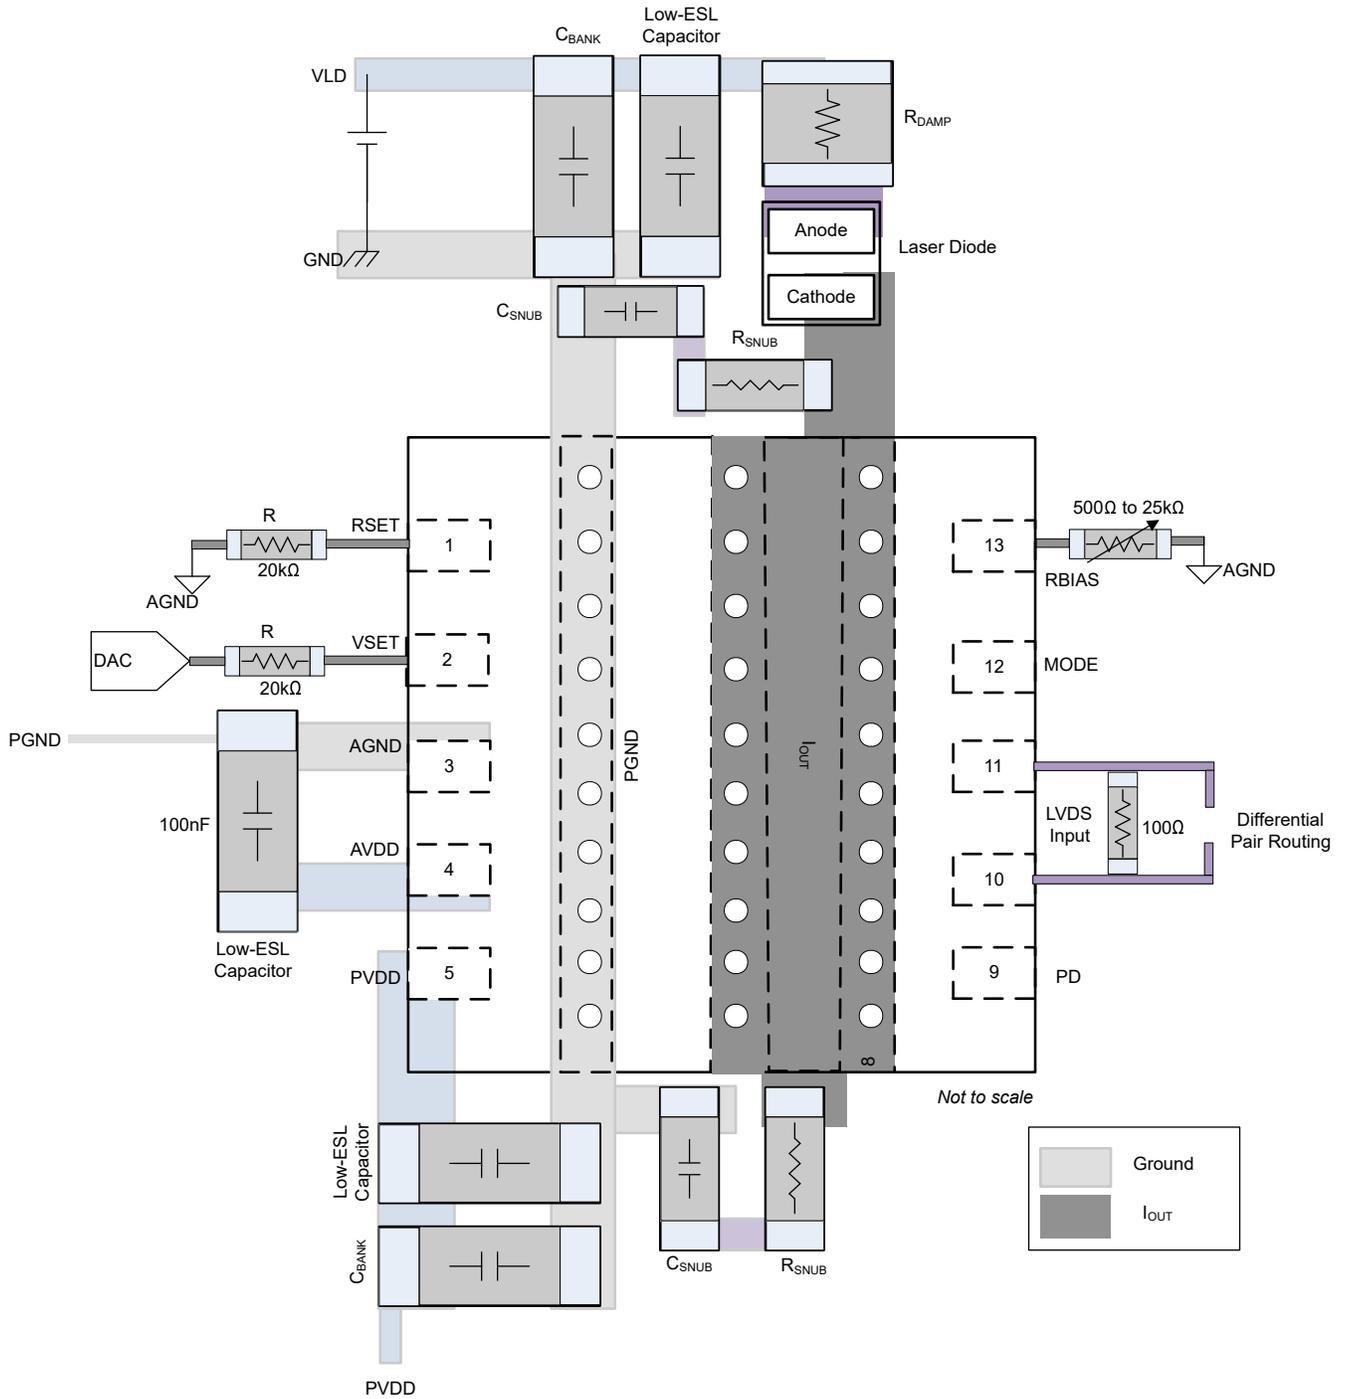
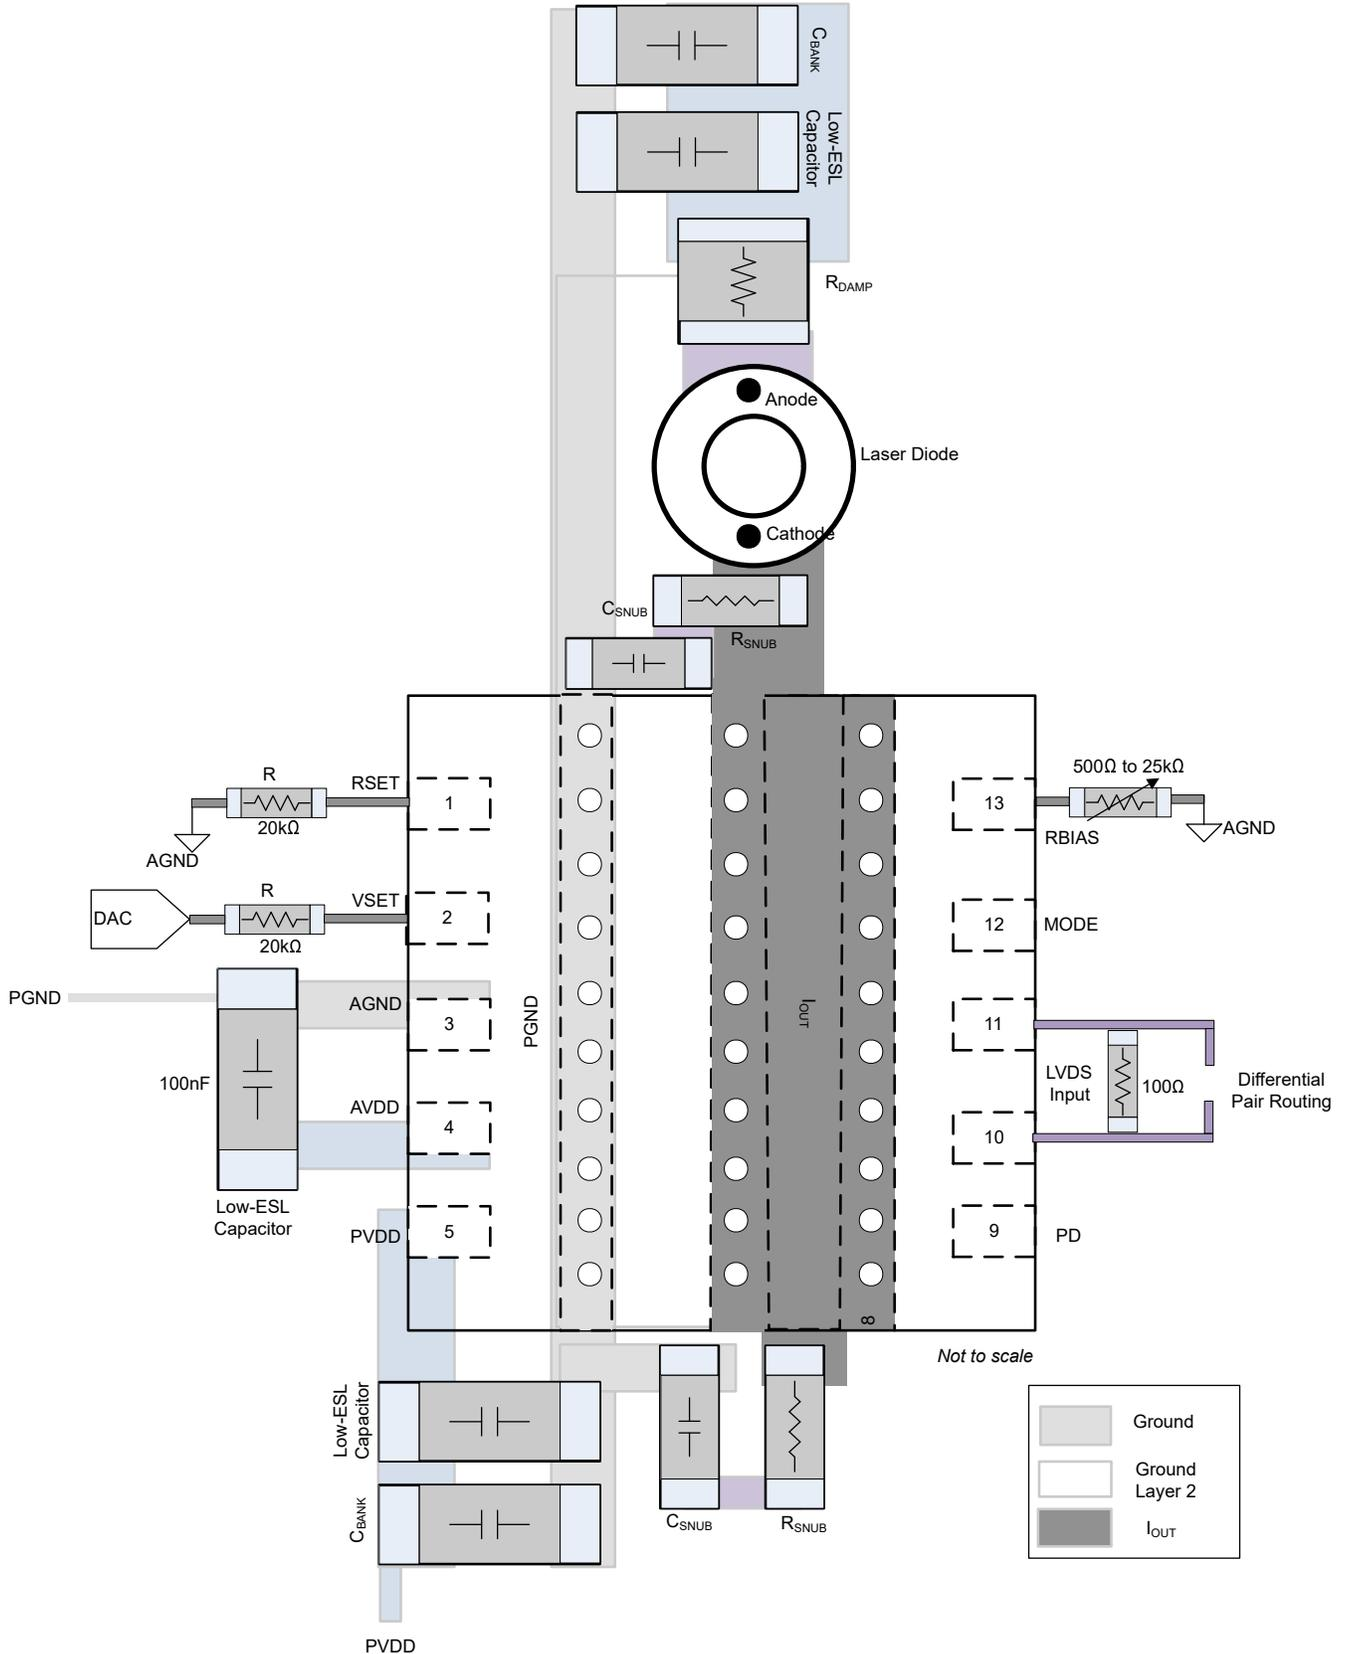

図 7-6. レイアウト例—SMD パッケージ
図 7-7. レイアウト例—TO220 パッケージ
立ち上がり時間とオーバーシュートのバランスを適切に保つために、RSNUB を微調整します。スナバを最も効果的にするために、IOUT の両側にスナバを追加します (図 7-6 および 図 7-7 を参照)。
- ループを最小化できない場合は、VLD  $C_{BANK}$  の *to* および *return* 部分をまたいで配線します。PCB の最上層と 2 番目の層を使用してこの配線は、電流を反対方向に流すことで達成されています。このレイアウト技術により、共通ソース・インダクタンスを低減できます(図 7-7 こちらも参照)。